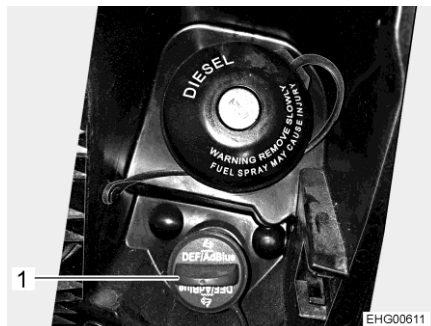
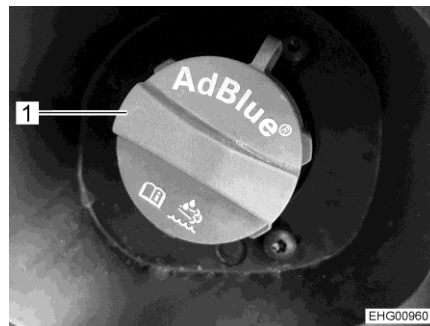

Fig. 12 Bocchettone di riempimento per AdBlue® (Campeo/Eliseo)
Fig. 13 Bocchettone di riempimento per AdBlue® (Delfin C)
- Ruotare il coperchio blu (Fig. 12,1 o risp. Fig. 13,1) in senso antiorario e rimuoverlo.